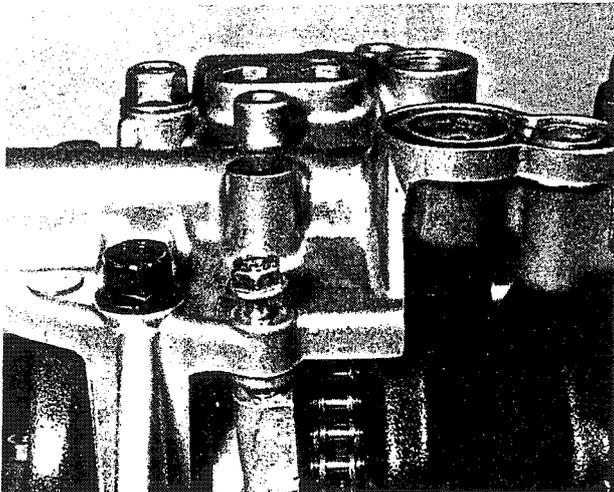

Bild 112
- Den Sitz des O-Ringes am Anschluss des Ölansaugrohrs prüfen und das Ölansaugrohr am Hauptlagerbock anbauen. Beim Einsetzen der hinteren Befestigungsschraube muss eventuell die Achse des Ausgleichsgewichtes durch Einführen eines Schraubendrehers im dafür vorgesehenen Schlitz leicht gedreht werden, damit der Ausschnitt in der Achse mit der Schraubenbohrung fluchtet. Die beiden Befestigungsschrauben der Kettenführung und die letzte 6-mm-Schraube des Hauptlagerbockes einsetzen. Diese Schrauben müssen bis zu einem Moment von 1,0 bis 1,4 kpm (10 bis 14 Nm) festgezogen werden (Bild 112).